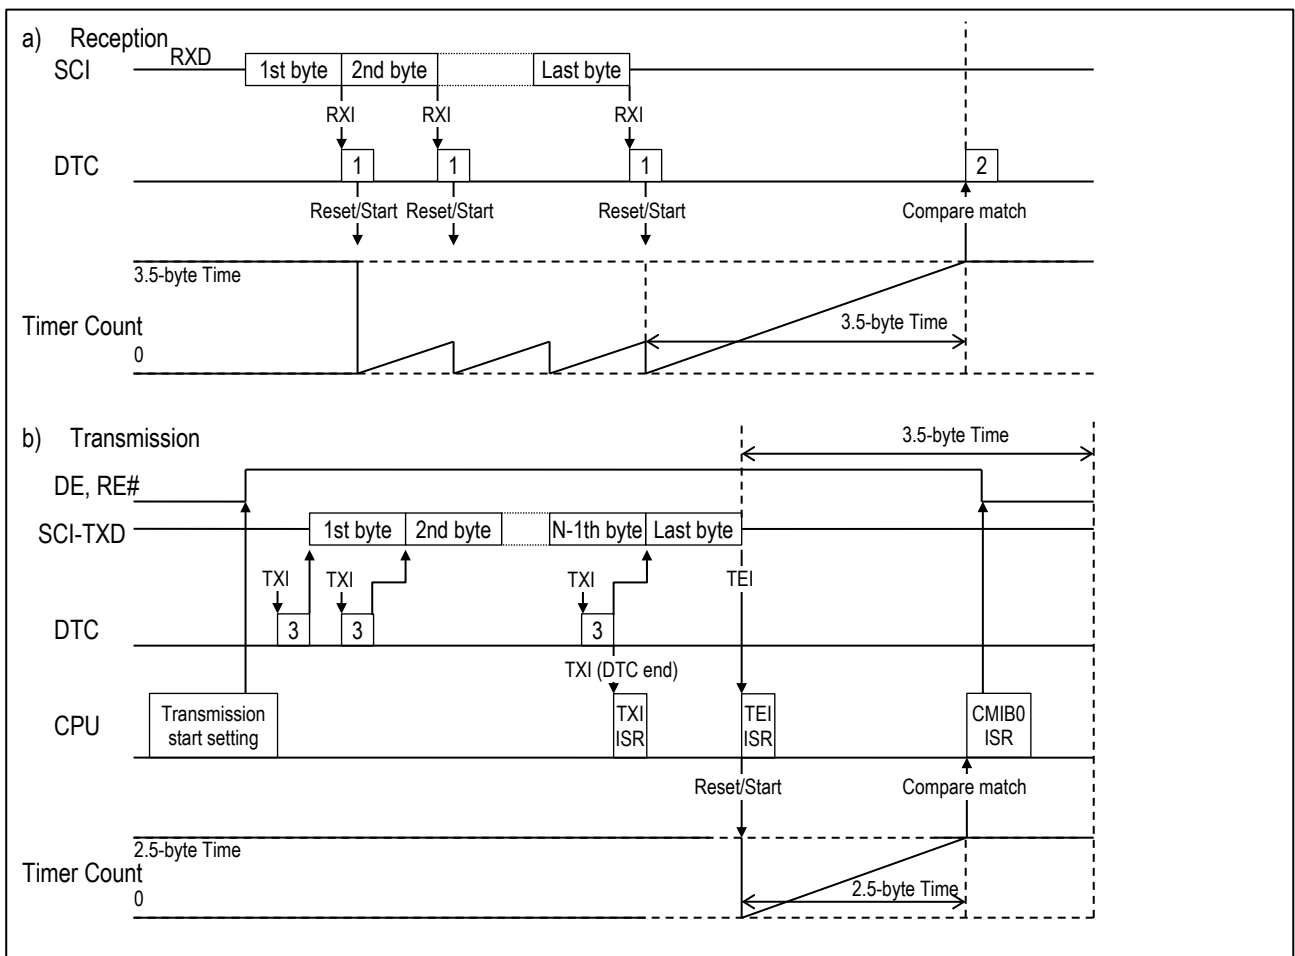
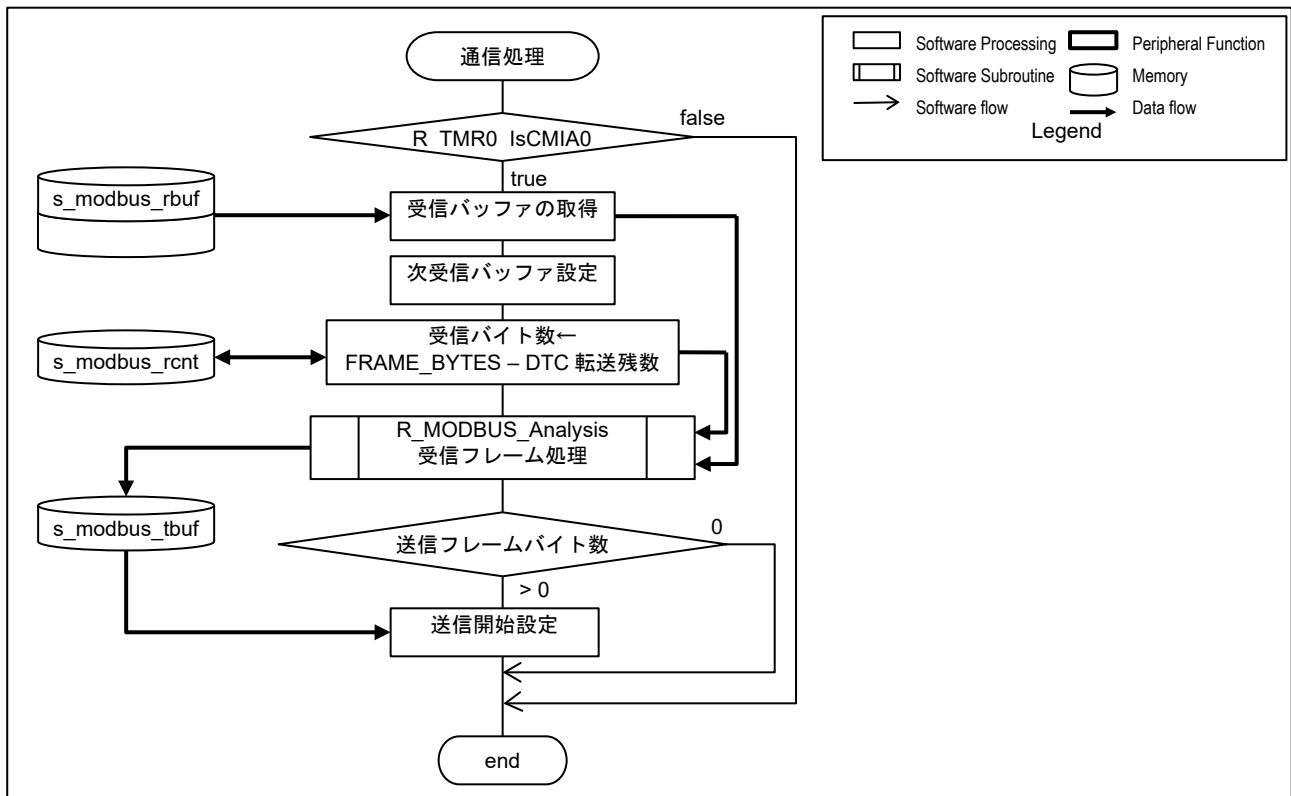

図 8-3 Modbus 通信タイミングチャート
図 8-4 Modbus 通信処理フロー
通信のタイミングチャートを図 8-3 に、通信処理フローを図 8-4 に示します。
- (1) 1byte 受信ごとの RXI1 割り込み要求で、DTC 転送 1(DTC\_RXI1)により以下を行う。
- (2) TMR0 コンペアマッチ A 割り込み要求(CMIA0)で、DTC 転送 2(DTC\_CMIA0)により以下を行う。
- (3) プログラムは、図 8-4 に示すように、CMIA0 を検出した場合に DTC 転送回数を取得・クリアし、受信バッファの Modbus 受信フレームを処理する。
- (1) 送信準備として、プログラムは図 8-4「送信開始設定」で以下を行う。
- (2) TXI1 割り込み要求で、DTC 転送 3(DTC\_TXI1)により送信フレームの 1byte を送信レジスタに転送
- (3) DTC 転送 3 (DTC\_TXI1)完了による TXI1 割り込み要求で、割り込みハンドラにより以下を行う
- (4) TEI 割り込み要求で、割り込みハンドラにより以下を行う